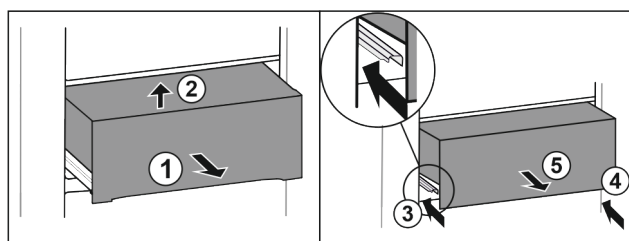

Fig. 42
- Schubfach halb herausziehen. Fig. 42 (1)
- Schubfach vorne anheben. Fig. 42 (2)
- Linke Schiene einschieben. Fig. 42 (3)
- Rechte Schiene einschieben. Fig. 42 (4)
- Schubfach nach vorne entnehmen. Fig. 42 (5)